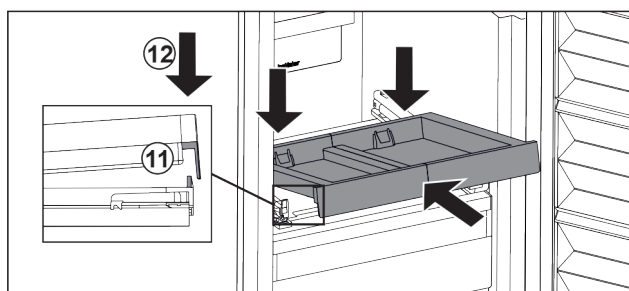

Fig. 103
- Wsuwać pod skosem. Zwrócić uwagę, aby ogranicznik znajdował się po obu stronach za nakładką. Fig. 103 (11)
- Osadzić wysuwana półkę z przodu. Fig. 103 (12)